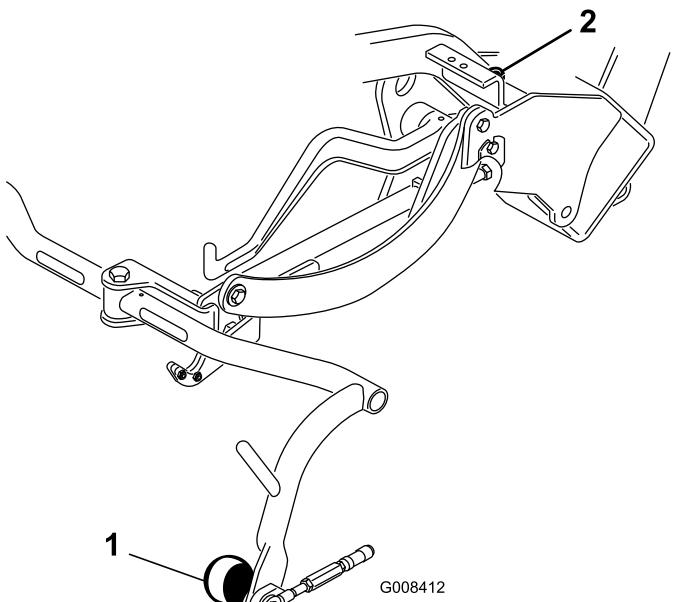

Figure 9
3. Si un réglage est nécessaire, desserrez l'écrou de blocage de la vis d'arrêt du bâti porteur (Figure 9) et tournez la vis dans un sens ou dans l'autre pour éléver ou abaisser le bâti. Serrez l'écrou de blocage pour fixez le réglage.